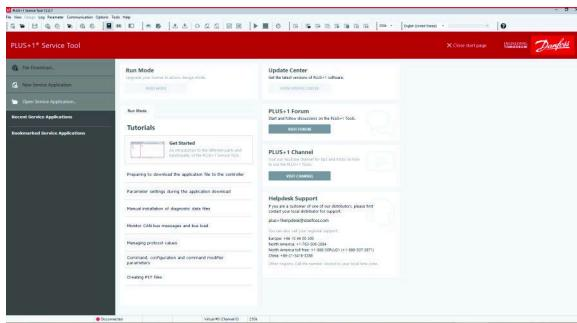

Bild 38
**Hinweis:** Die Anwendung Plus+1 Service Tool wird auf Ihrem Laptop angezeigt (Bild 38).